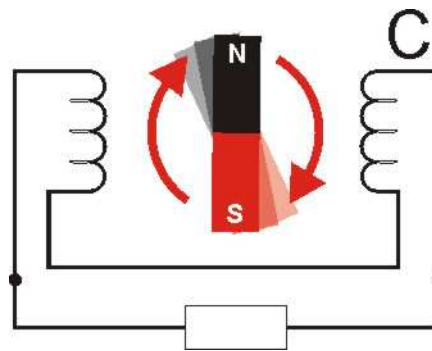

Figura 176 – Corrente nula na carga
No quarto de volta seguinte, entre (B) e (C), o ímã continua a cortar as espiras das bobinas, mas de maneira cada vez menos intensa, de modo que a corrente na carga se reduz até zero, conforme mostra a figura 176.